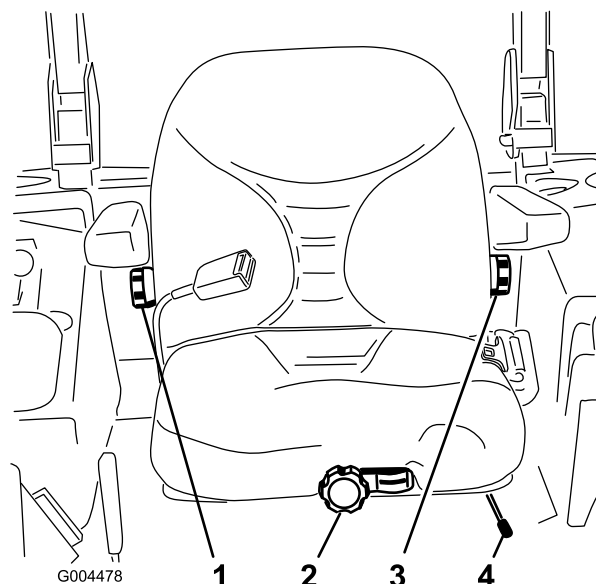

Figura 34
1. Per regolare, spostate lateralmente la leva e sbloccate il sedile (Figura 34).
A sedile vuoto, girate la manopola anteriore nella direzione opportuna, fino ad ottenere il migliore comfort (Figura 34).
Per spostarlo, girate nella direzione opportuna la manopola situata sotto il bracciolo destro, fino ad ottenere il migliore comfort (Figura 34).
Per spostarlo, girate nella direzione opportuna la manopola situata sotto il bracciolo sinistro, fino ad ottenere il migliore comfort (Figura 34).